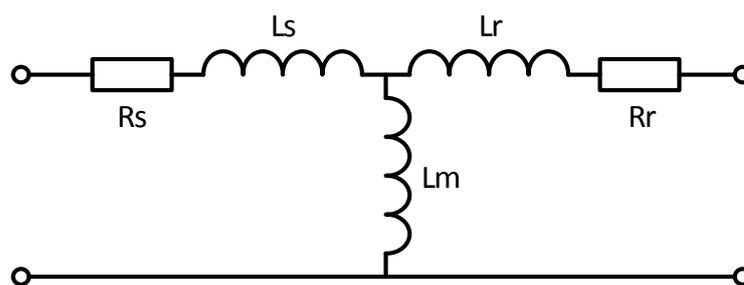

Рисунок 13 – Эквивалентная схема замещения асинхронного двигателя
2.2.7.2 Для корректной работы МПЧ в режиме векторного необходимо ввести параметры T-образной эквивалентной схемы замещения асинхронного двигателя приведенной к статору (см. рис. 13):